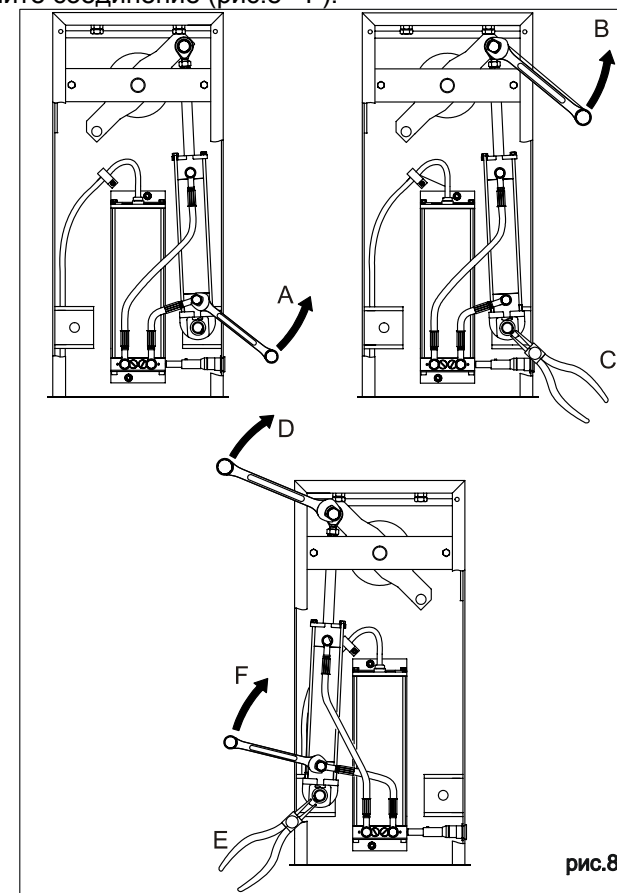

рис.8
- Ослабьте соединение (рис.8 - A).
- Временно снимите крепежный болт поршня (рис.8 - B) и снимите стопорное кольцо (рис.8 - C).
- Установите поршень слева и закрепите (рис.8 - D) и наденьте стопорное кольцо (рис.8 - E), временно снятое.
- Затяните соединение (рис.8 - F).